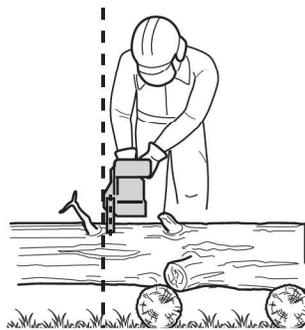

Fig. 29
- > Utilice el producto solo tras haber adoptado una postura. Sujete el producto del lado derecho del cuerpo (Fig. 29).